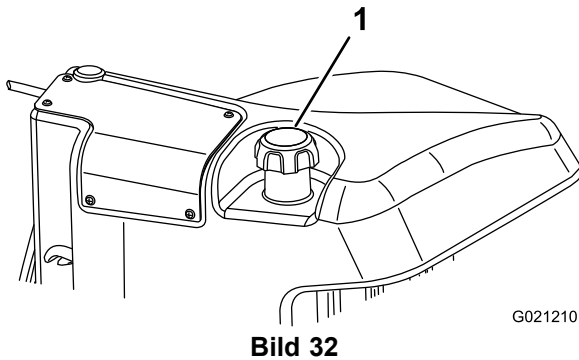

Bild 32
3. Nehmen Sie den Deckel vom Kraftstofftank ab (Bild 32).